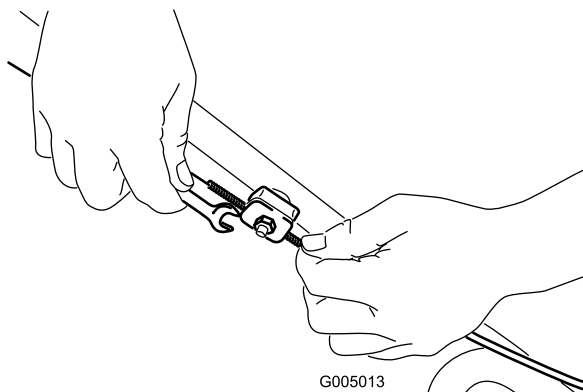

Рисунок 37
1. Ослабьте гайку держателя троса (Рисунок 37).